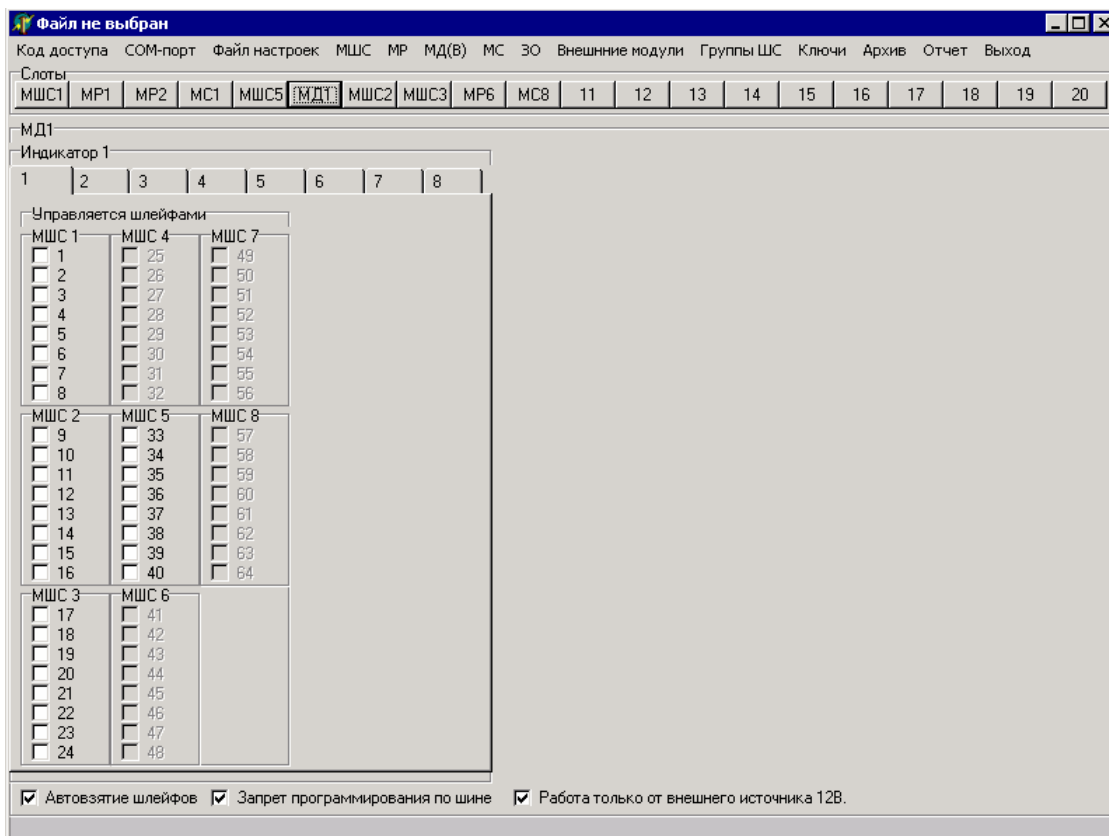

Рис. 9
2.1.3.6 При программировании режима работы каждого индикатора любого МД (МДВ) прибора на панели «Управляется шлейфами» находится список, состоящий из 64-х ШС. Доступными для программирования в списке являются те ШС, которые реально включены в конфигурацию прибора (рисунок 9).